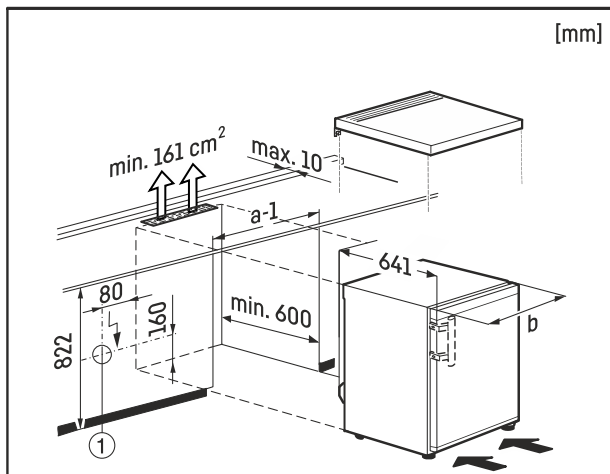

Fig. 9
Në këtë rast, priza elektrike Fig. 9 (1) duhet të jetë jashtë faqes së pasme të pajisjes dhe të jetë lehtësisht e arritshme.